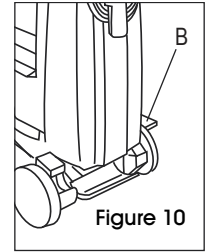

Figure 10
1. Appuyez sur la pédale (B) pour abaisser la poignée en position de fonctionnement. (Voir Figure 10)